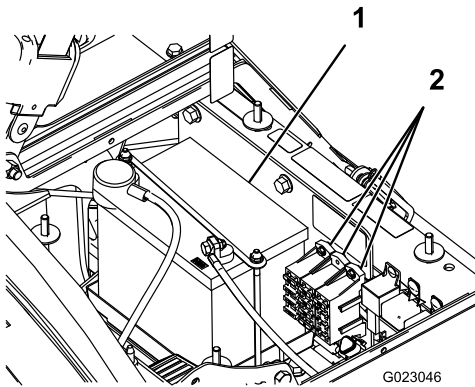

图 48
电气系统中有 2 个保险丝模块和 1 个插槽。它们都位于座椅下面 图 48。
2. 电池位于机器右侧泵的后方 图 48。
5. 拆下电池固定装置和紧固件 图 48。
2. 安装电池固定装置并使用之前拆下的紧固件进行固定 图 48。
4. 安装电池盖使用 2 个旋钮固定 图 48。
1. 松开电池盒两侧的旋钮取下电池盖 图 48。